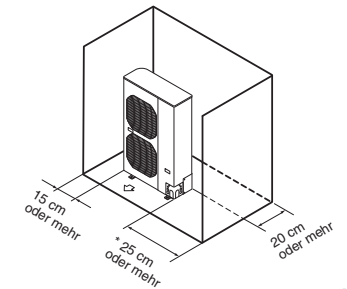

Abb. 2-2
- Achten Sie darauf, dass um das Gerät herum ausreichend Raum für Luftansauggebläse, Abzüge und mögliche Wartung besteht. (Abb. 2-2)
- Hindernisse auf der linken Seite, rechten Seite und Rückseite (Vorderseite und Oberseite sind frei). (Abb. 2-2)